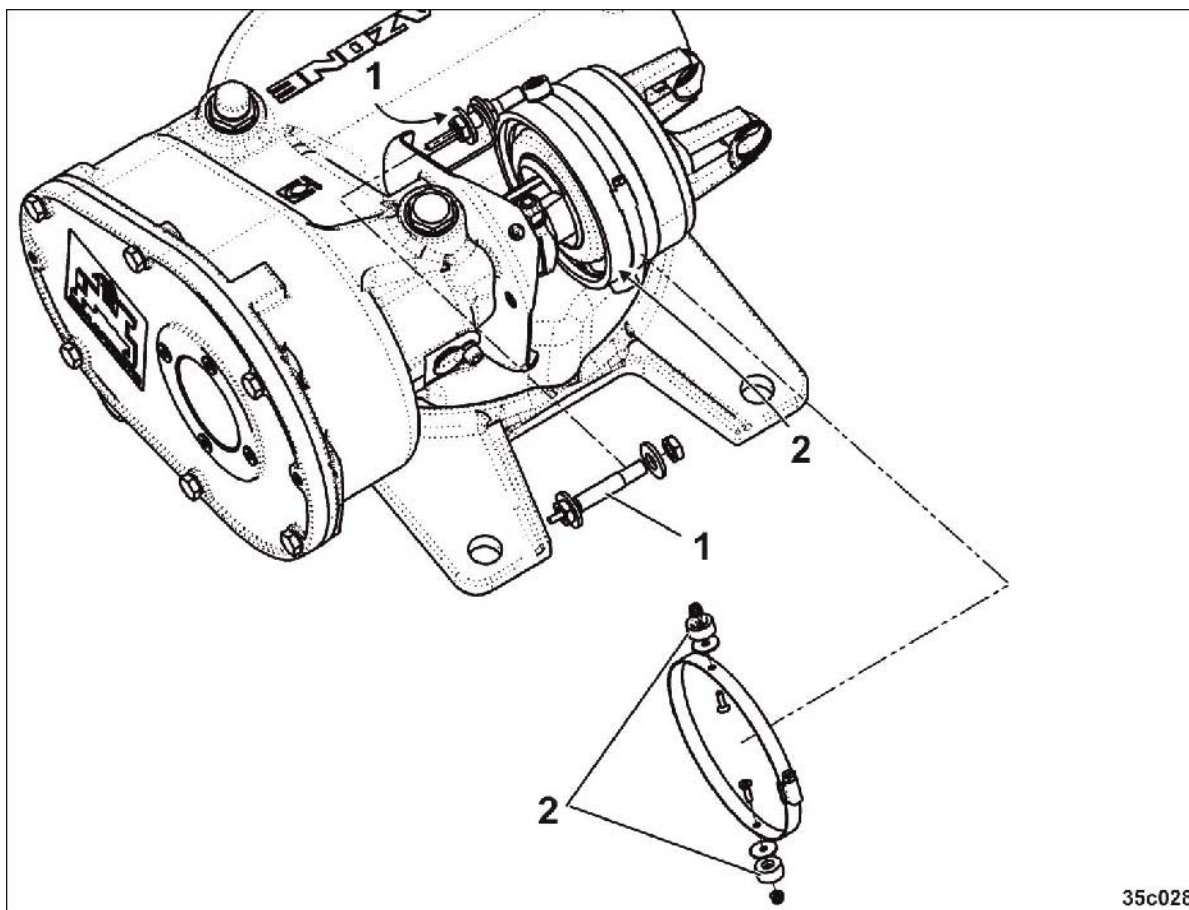

Fig. 42
- les capteurs (Fig. 42/1) en place associés aux arbres à cardan de la société Bondioli & Pavesi (Fig. 42/2).